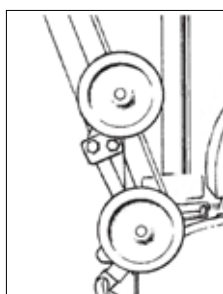

Figure 5
4. Pour ranger le chariot en position « RELEVÉE », faites-le pivoter contre le haut du châssis principal jusqu'au bout et fermez les leviers de déverrouillage rapide pour le fixer en place. (voir Figure 5)